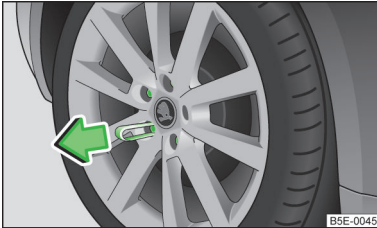

Abb. 192
- Die Abziehzange » Seite 235 auf die Abdeckkappe schieben, bis die inneren Rasten der Zange am Bund der Abdeckkappe anliegen » Abb. 192.